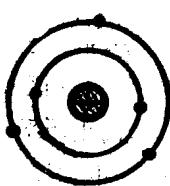
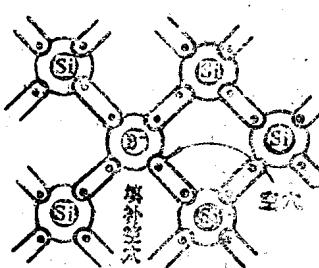

图1-8 硼原子结构
图1-9 硅晶中掺硼出现空穴
另一类是在硅或锗晶体中掺入硼（或其它三价元素）。每个硼原子只有三个价电子（见图1-8），故在构成共价键结构时，将缺少一个电子而形成一个空穴（见图1-9）②。这样，在半导体中就形成了大量空穴。这种以空穴导电作为主要导电方式的半导体